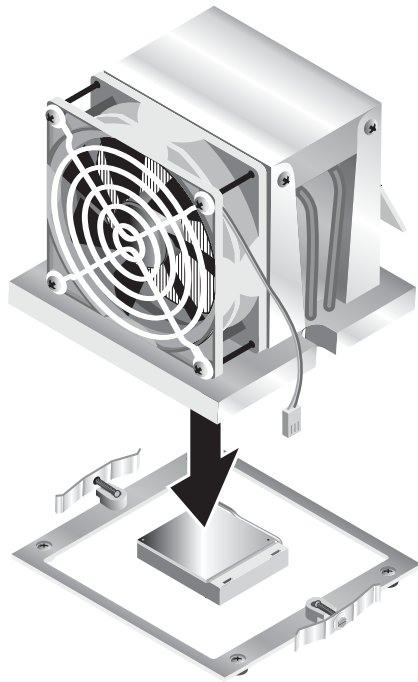

FIGURE 4-12 Installation du module dissipateur de chaleur/ventilateur
8. Placez doucement le module dissipateur de chaleur/ventilateur sur le processeur, alignez-le sur les montants de fixation pour réduire les mouvements lorsqu’il entre en contact avec la graisse thermique (voir la FIGURE 4-12).